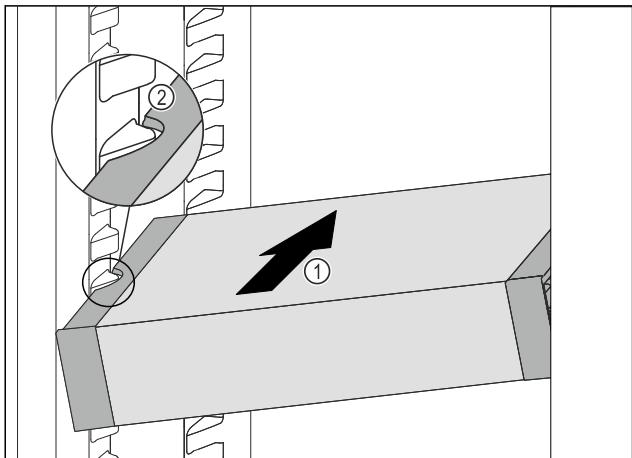

Fig. 71
- ▶ Вкарайте VarioSafe под ъгъл в хладилната част Fig. 71 (1), докато страничните прорези Fig. 71 (2) на VarioSafe се намират на височината на реброто на съда в хладилната част.